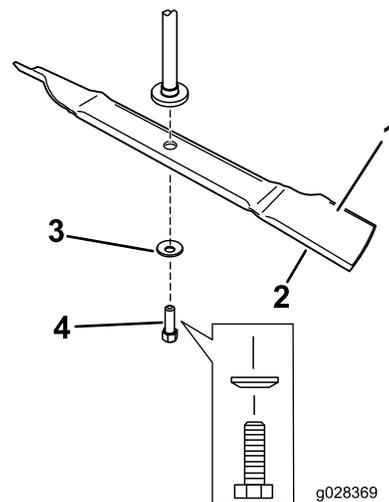

Figura 3
1. Montate la lama sull'asse del fusello (Figura 3).
2. Montate la rondella curva (lato concavo verso la lama) e il bullone della lama (Figura 3).